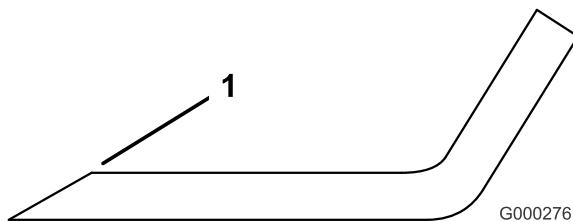

Figure 56
1. Au moyen d'une lime, aiguissez les tranchants aux deux extrémités de la lame (Figure 56). Veillez à conserver l'angle de coupe d'origine. Limez la même quantité de métal sur chacun des deux tranchants pour ne pas déséquilibrer la lame.